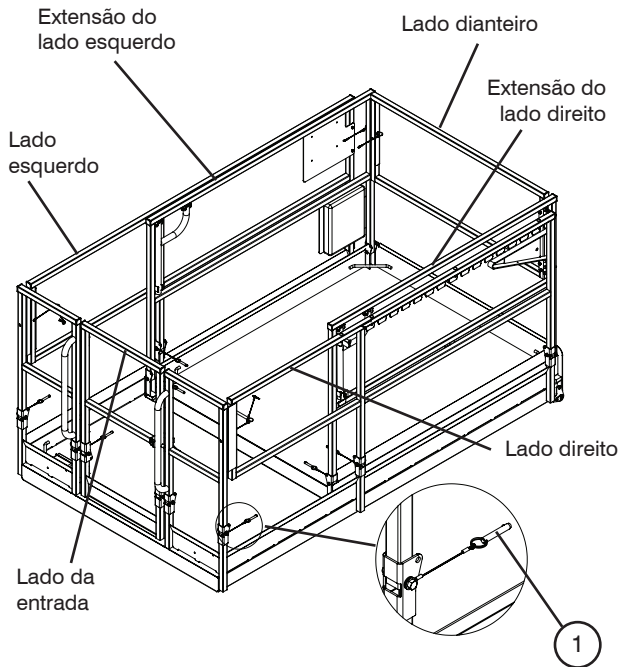

Figura 3-8a. Sistema de proteção dobrável
9. Dobre para baixo o sistema de proteção na seguinte ordem: frontal, lado direito, extensão esquerdo, lado direito, lado esquerdo entrada e (consulte a Figura 3-8a).